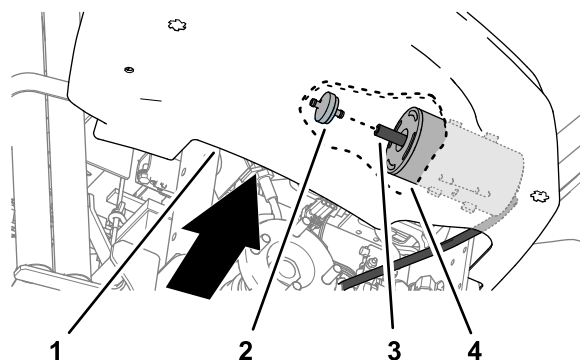

**Bild 31**
- Entfernen Sie die beiden Bundkopfschrauben ( $\frac{1}{4}'' \times \frac{5}{8}''$ ), mit denen die Radkastenverkleidung am Rahmen der Maschine befestigt ist (Bild 31).
- Richten Sie die Löcher in der Radkastenabdeckung mit den Löchern im Rahmen der Maschine (Bild 31) aus und befestigen Sie die Abdeckung am Rahmen mit 4 Bundkopfschrauben ( $\frac{1}{4}'' \times \frac{5}{8}''$ ), die Sie im Schritt 3 entfernt haben.